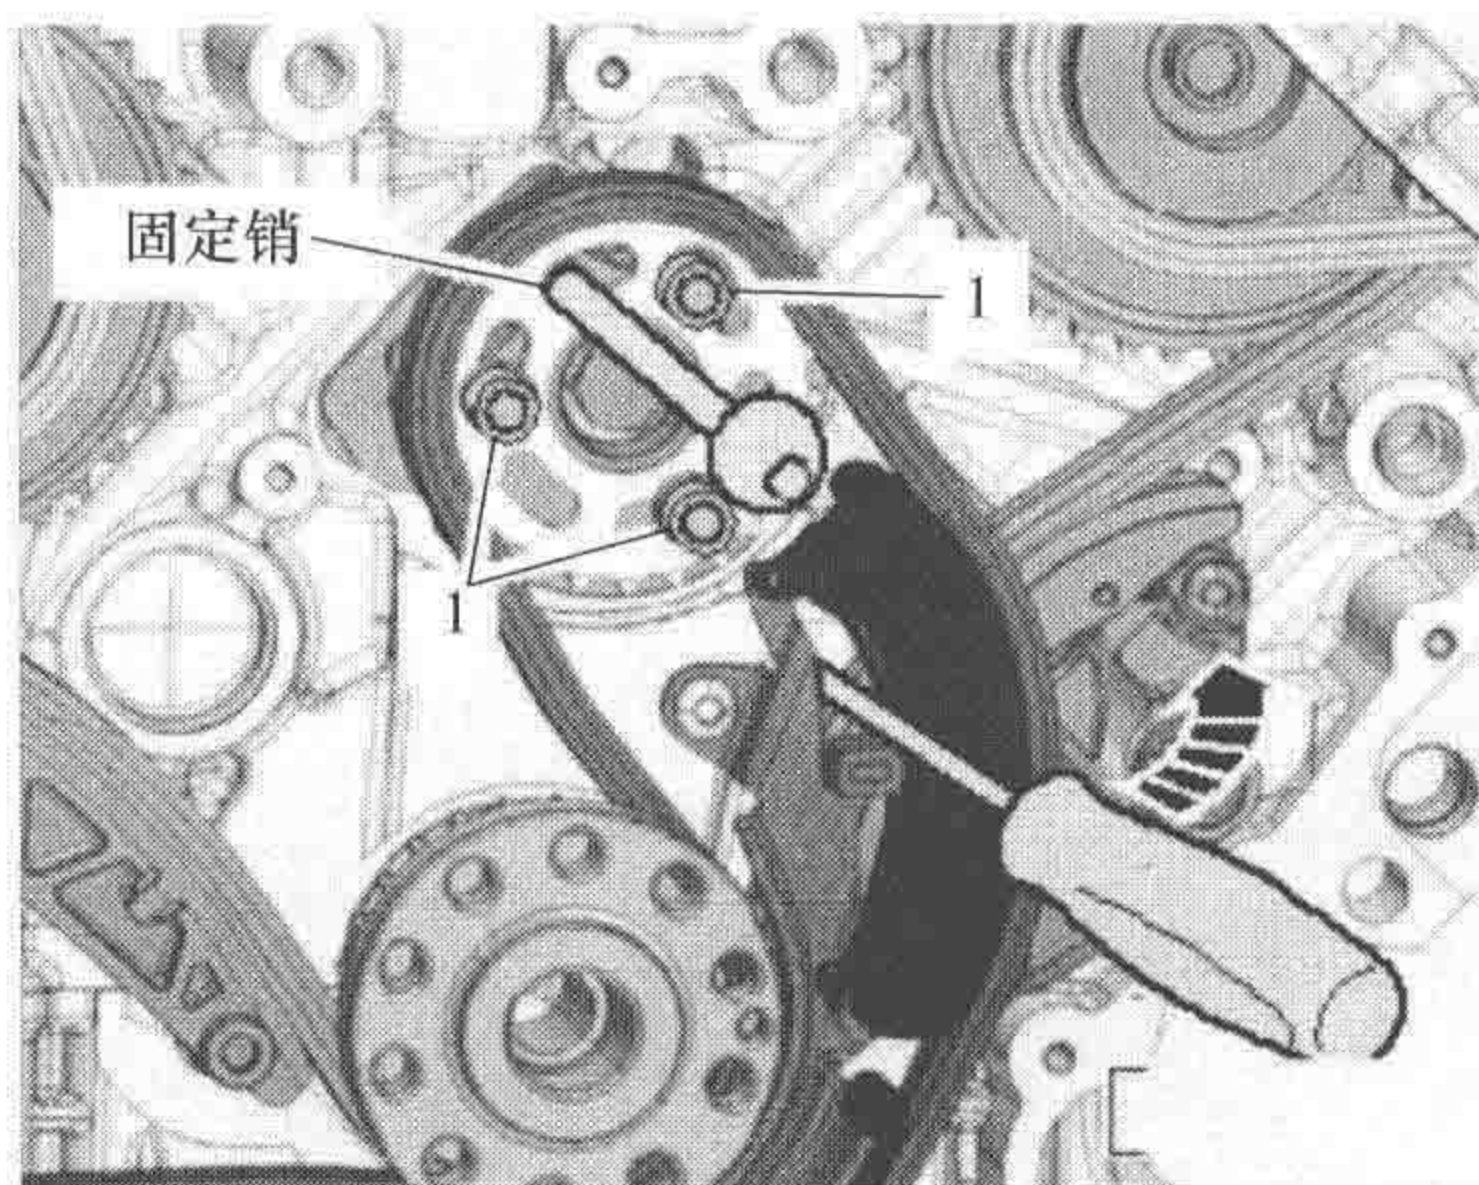

图 1-1-19
(6) 安装链条张紧器及链条和平衡轴链轮。
(7) 如图 1-1-19 所示，用固定销将平衡轴卡在“上止点”位置。平衡轴链轮中的长孔必须相对于平衡轴螺纹孔处于中间位置。必要时将链条移动一个齿。
(8) 拧紧链条张紧器螺栓。
(9) 拧入链轮螺栓 1（图 1-1-19），不要拧紧，链轮必须能在平衡轴上转动且不得翻转。
(10) 松开链条张紧器时去除定位销。
(11) 用螺钉旋具按压链条张紧器的滑轨（图 1-1-19 箭头所示），同时拧紧链轮螺栓 1。
(12) 从平衡轴中拔出固定销（图 1-1-19）。